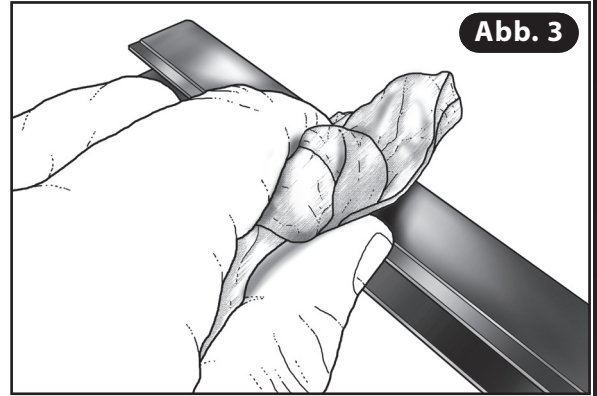

Abb. 3
- 3) Balken sorgfältig mit Alkohol reinigen (**Abb. 3**).